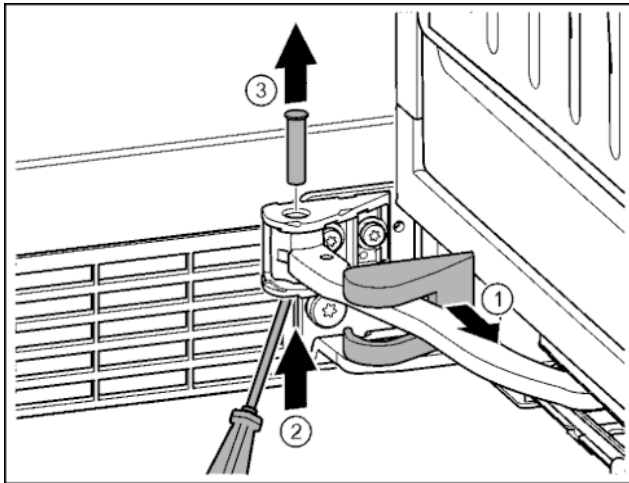

Fig. 15
- Снять крышку опорного кронштейна и переместить вдоль шарнира. Fig. 15 (1)
- Рукой или отверткой приподнять палец снизу. Fig. 15 (2)
- Вставить отвертку под головку пальца и вытащить его. Fig. 15 (3)